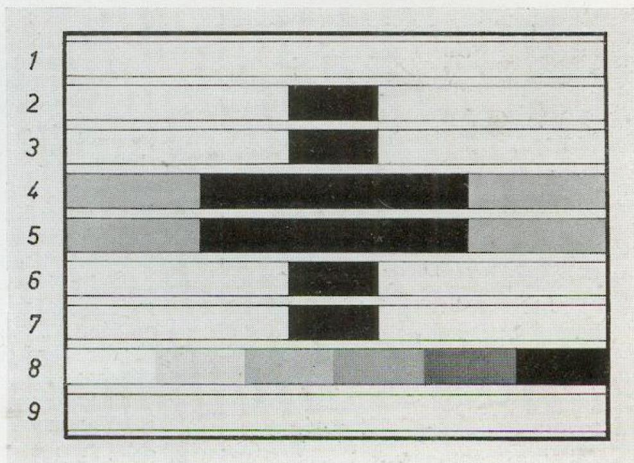

Bild 12: Zur Aufgabe 2: Es soll der Verlauf des Bildsignales während der 9 Zeilen der Abtastung aufgezeichnet werden
② Im Bild 12 ist ein einfaches Bild gezeichnet, das man sich mit einem neunzeiligen System ohne Zeilensprung abgetastet vorstellen soll. Zeichne den Verlauf des Bildsignales während dieser neun Zeilen der Abtastung auf.
③ Berechne den mittleren Gleichspannungswert eines völlig schwarzen und völlig weißen Bildes. Der Bildimpuls soll dabei unberücksichtigt bleiben. Es genügt also, den arithmetischen Mittelwert der Gleichspannung während einer Zeile einschließlich einer Austastlücke und eines Zeilenimpulses zu bestimmen. Berücksichtige dabei, daß während 8 % der Zeile die Spannung 100 % beträgt und während der verbleibenden Austastzeit (weitere 10 % der Zeile) 75 %.
④ Berechne den Gleichspannungsanteil eines Bildsignales, bei dem zu gleichen Teilen weiße und schwarze Felder (z. B. ein Schachbrett im Bild) vorhanden sind.